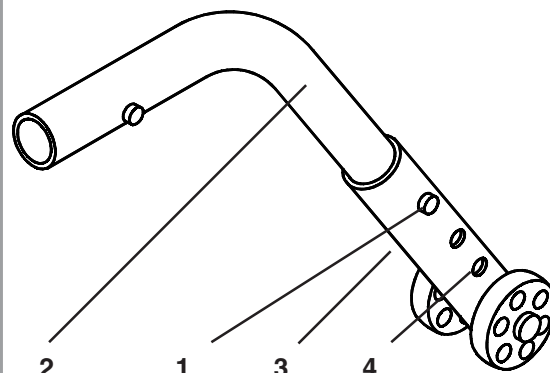

Fig. 31
La hauteur des roulettes anti-bascule (Fig. 31) peut être modifiée en appuyant sur les goupilles (1) du tube anti-bascule (2) et en faisant coulisser le manchon de réglage (3) du tube anti-bascule à la position souhaitée. La goupille va s'encliquer dans le trou souhaité (4) du manchon de réglage.